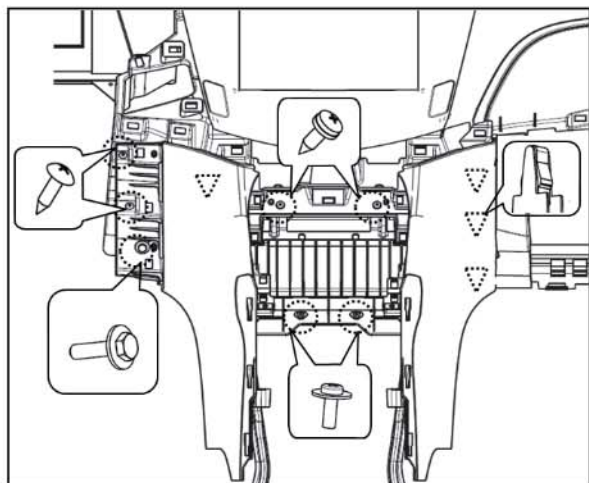

图1-1-19-1 仪表板下本体总成安装点示意图
- (1) 首先将图1-1-19-1中所示的所有螺钉和螺栓安装点拆除 (共7处);
- (2) 然后用手握住仪表板下本体两侧, 小心用力拉拽, 当4个双边卡扣安装点脱离仪表板上本体的安装点时即可取下仪表板下本体总成。